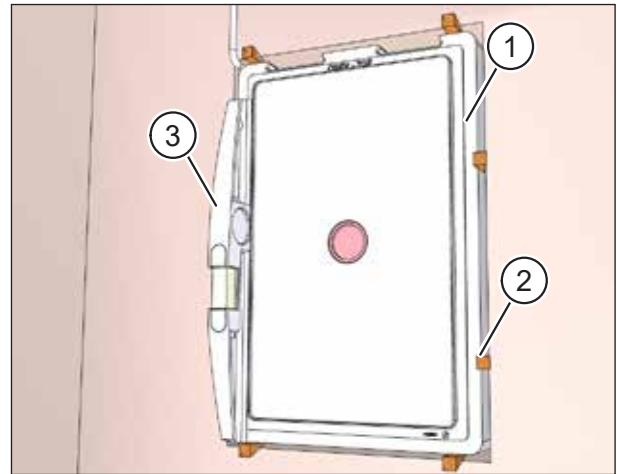

Abb. 22: Mauerkasten fixieren
- ▶ Fixieren Sie den Mauerkasten (Pos. 1 in Abb. 22) an der Innen- und Außen-seite mit Keilen bzw. Luftkissen (Pos. 2 in Abb. 22) im Mauerdurchbruch.
- ▶ Richten Sie mit Hilfe der Wasserwaage (Pos. 3 in Abb. 22) den Mauerkasten lotrecht und bündig zur Wand aus.